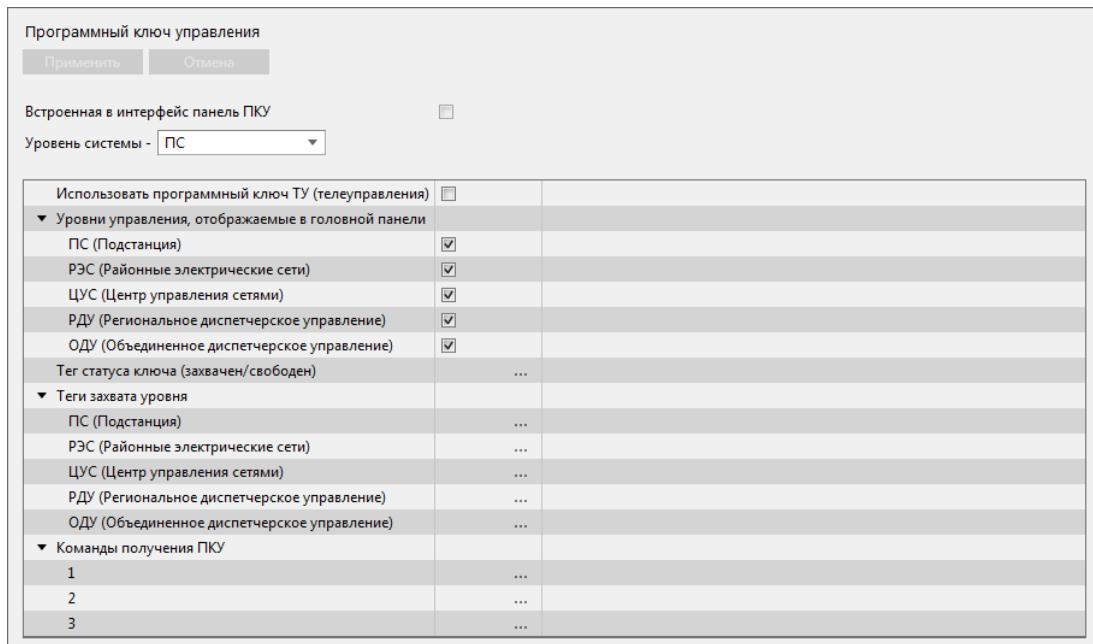

Рисунок 123 - ПКУ
2. Конфигурирование ключа ПКУ в Redkit Configurator (Рисунок 123).